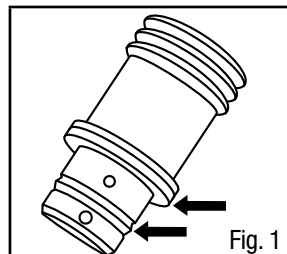

Fig. 1
- **Traqueia:** Procure por furos ou rachaduras. Dobre o tubo para verificar se é flexível. Inspecione as duas baionetas que se conectam ao respirador Facial Inteira para danos. Certifique-se de que as dois anéis de Vedação (juntas) estejam presentes no final da traqueia que se conecte à fonte de ar e certifique-se de que não estão danificadas. As setas da Fig. 1 apontam para a localização de cada junta. A traqueia deve encaixar firmemente na conexão da fonte de ar e deve ser encaixado firmemente na peça Facial Inteira.